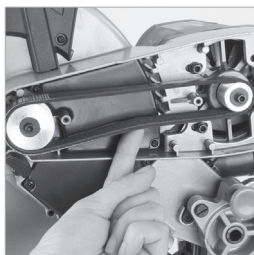

Fig. 49
- Coloque un dedo debajo de la correa y presione ligeramente hacia arriba para percibir la tensión. **(Fig. 49)**
- Cuando la tensión de la correa sea la correcta, apriete los cuatro (4) tornillos de cabeza cilíndrica con hueco hexagonal y vuelva a colocar la cubierta de la carcasa de la transmisión.